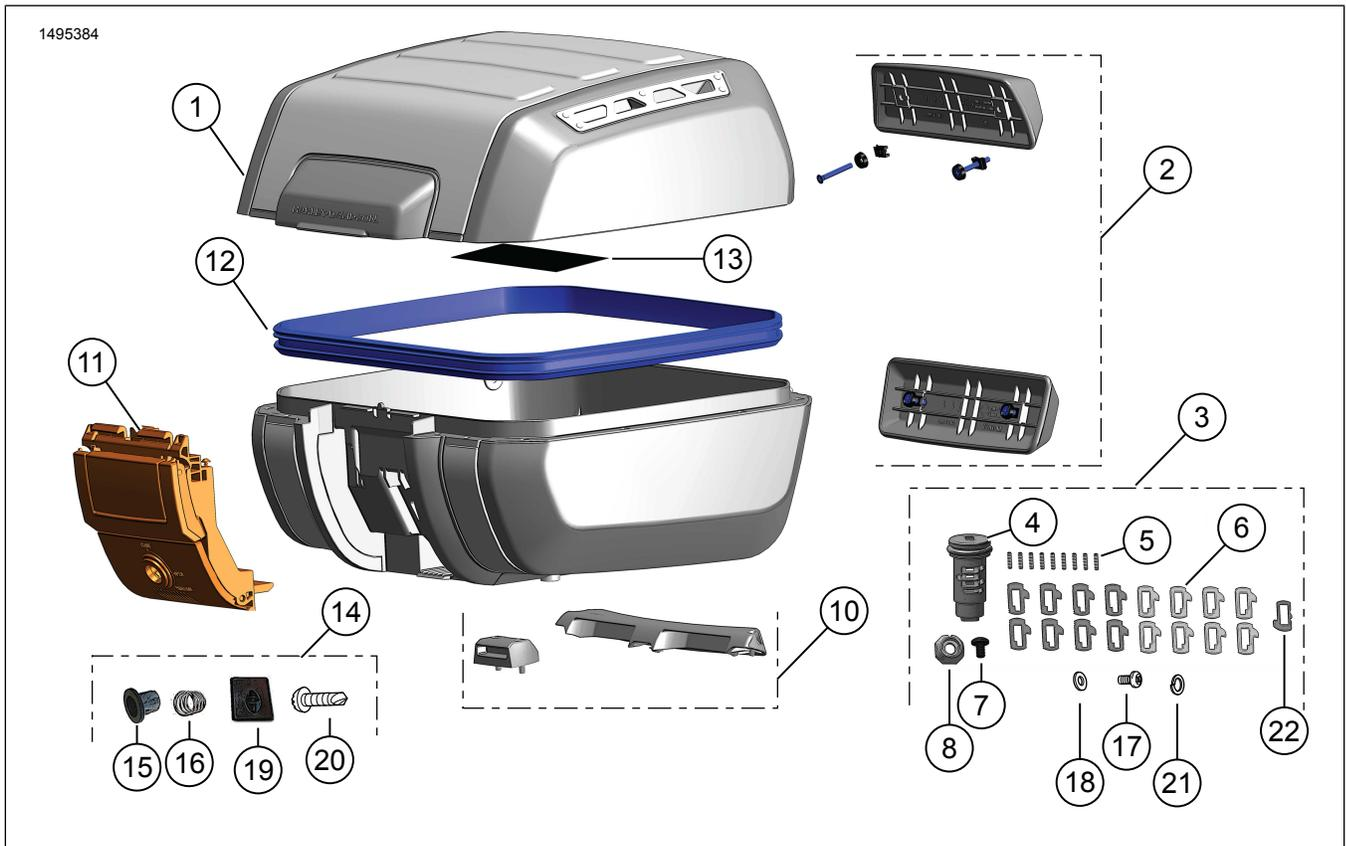
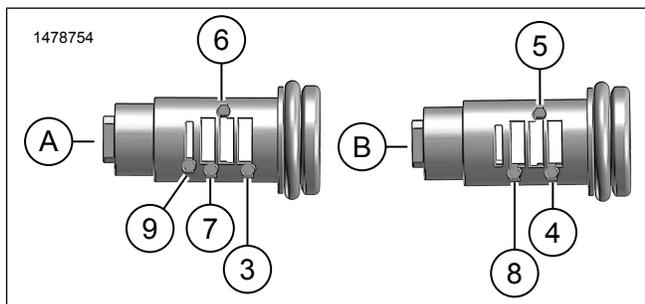

Figure 1. Contenu du kit : Valise supérieure détachable
Figure 4. Emplacements d'installation du ressort et de la gorge (typique)
5. Figure 4 Installer les ressorts de gorge (5), se référer à Figure 1, dans les trous aux postes 3, 6, et 7 du côté (A) du sous-ensemble de cylindre.
6. Figure 4 Installer les gorges (6), voir Figure 1, no 11-14 dans les postes 3, 6 et 7 en fonction des numéros de gorge déterminés dans Tableau 3.
7. Figure 4 Installer les ressorts de gorge (5), se référer à Figure 1, dans les trous aux postes 4, 5, et 8 du côté (B) du sous-ensemble de cylindre.
8. Figure 4 Installer les gorges (6), voir Figure 1, no 21-24 dans les postes 4, 5 et 8 en fonction des numéros de gorge déterminés dans Tableau 3.